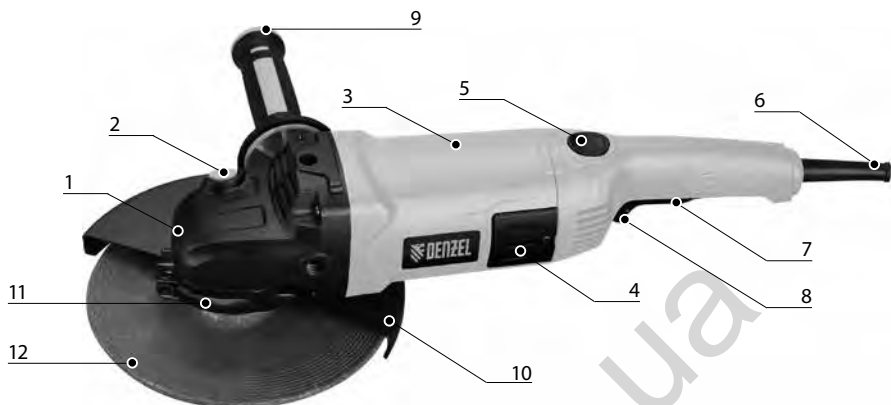

рис. 1
- отвести в сторону рычаг 11 (рис. 1) фиксации кожуха, ослабив крепежный хомут;
Вкрутите рукоятку 9 (рис. 1) в резьбовое отверстие корпуса редуктора в удобное для работы положение.
При установке/снятии оснастки блокировка шпинделя осуществляется клавишей 2 (рис. 1), расположенной на корпусе редуктора. Блокировка шпинделя также может осуществляться с помощью гаечного ключа S17. Крепление оснастки на шпинделе осуществляется с помощью фланца и гайки, затягиваемой специальным ключом, поставляемым в комплекте. Оснастка с резьбовым посадочным отверстием M14 крепится непосредственно на резьбовом конце шпинделя.
Во избежание поломки машины и получения травм, запрещается нажимать на кнопку блокировки шпинделя 2 (рис. 1) во время работы шлифовальной машины, а также до полной остановки шпинделя после выключения двигателя.
В зависимости от вида используемой оснастки и характера обработки можно выбрать оптимальное и наиболее удобное положение основной рукоятки. Для изменения положения рукоятки необходимо нажать клавишу блокировки 5 (рис. 1) и повернуть рукоятку относительно корпуса на 90 градусов по или против часовой стрелки. При отпуске клавиши 5 рукоятка зафиксирована в выбранном положении.
Для включения машины необходимо нажать клавишу выключателя 7 (рис. 1), переместив кнопку 8 (рис. 1) вперед. При необходимости, выключатель питания 7 может быть зафиксирован в положении «Включено», для этого при нажатой клавише 7, переместите кнопку блокировки 8 вперед и клавиша будет зафиксирована. Для отключения машины повторно нажмите и отпустите клавишу 7.